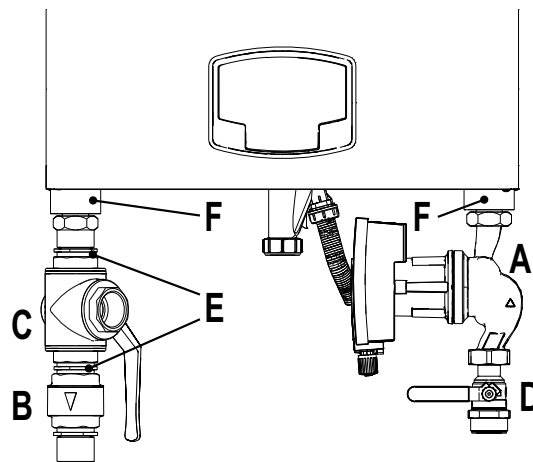

fig. 37 - Caldaia con i kit installati
cod. 042070X0 - KIT CIRCOLATORE ad ALTA EFFICIENZA - 7m. (A - fig. 37)
cod. 042071X0 - KIT CIRCOLATORE ad ALTA EFFICIENZA - 10m. (A - fig. 37)
- 1 VALVOLA DI NON RITORNO - Femmina 1"1/2 (B - fig. 37)**
- 2 RUBINETTO 3 Vie - Femmina 1"1/2 (C - fig. 37)**
- 3 RUBINETTO Maschio/Femmina 1"1/2 (D - fig. 37)**
- 4 NIPPLO DI COLLEGAMENTO 1"1/2 (E - fig. 37)**
- 5 Tubazioni di collegamento Mandate e Ritorno 1"1/2 (F - fig. 37)**